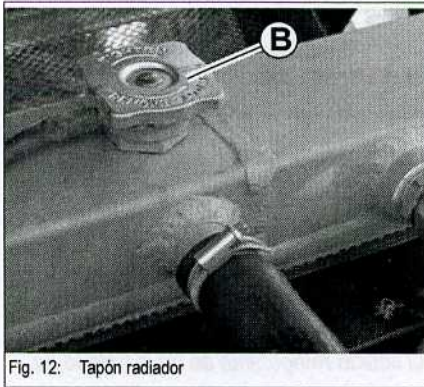

Fig. 12: Tapón radiador
- Controlar el nivel de refrigerante en el recipiente transparente de refrigerante A y en el radiador de agua Fig.12